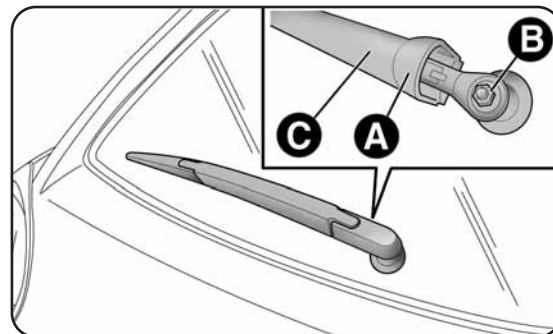

fig. 9
- soulever la couverture A-fig. 9, dévisser l'écrou B et enlever le bras C;